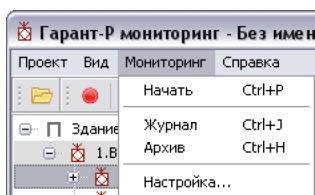

Рис. 6. Вкладка «Мониторинг»
**Вкладка «Мониторинг»** предназначена для управления работой системы мониторинга (рис. 6) и позволяет выполнить следующие действия: